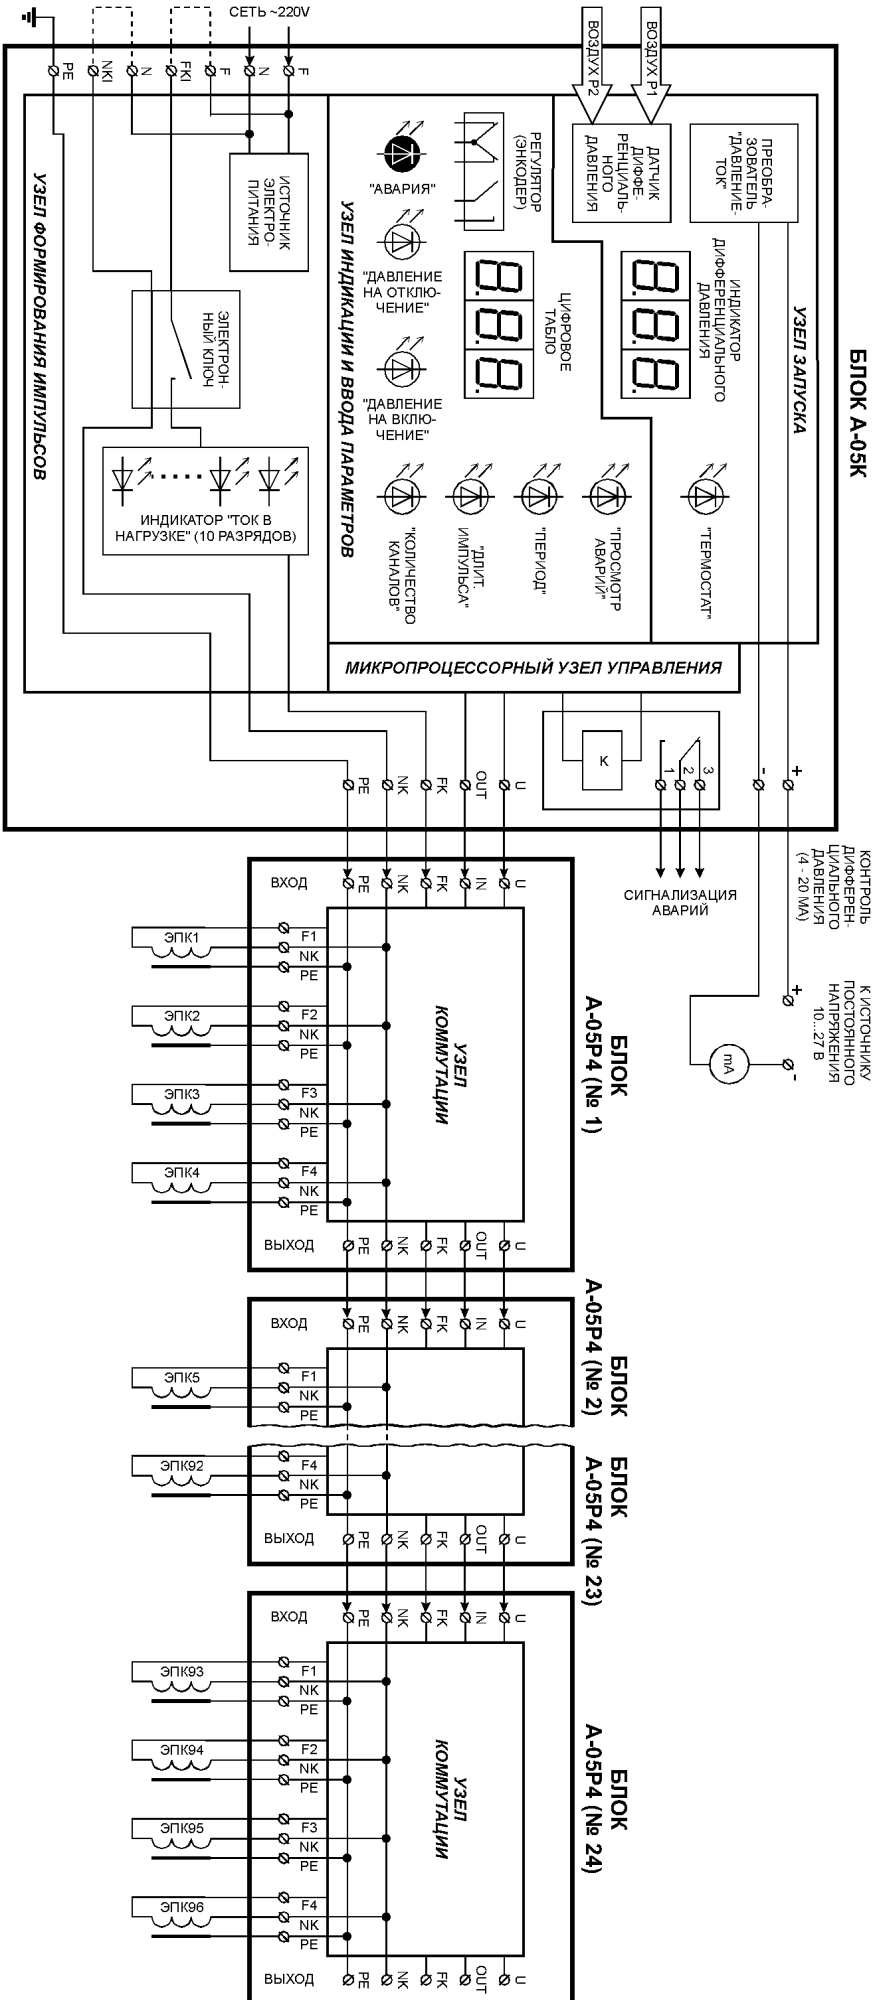
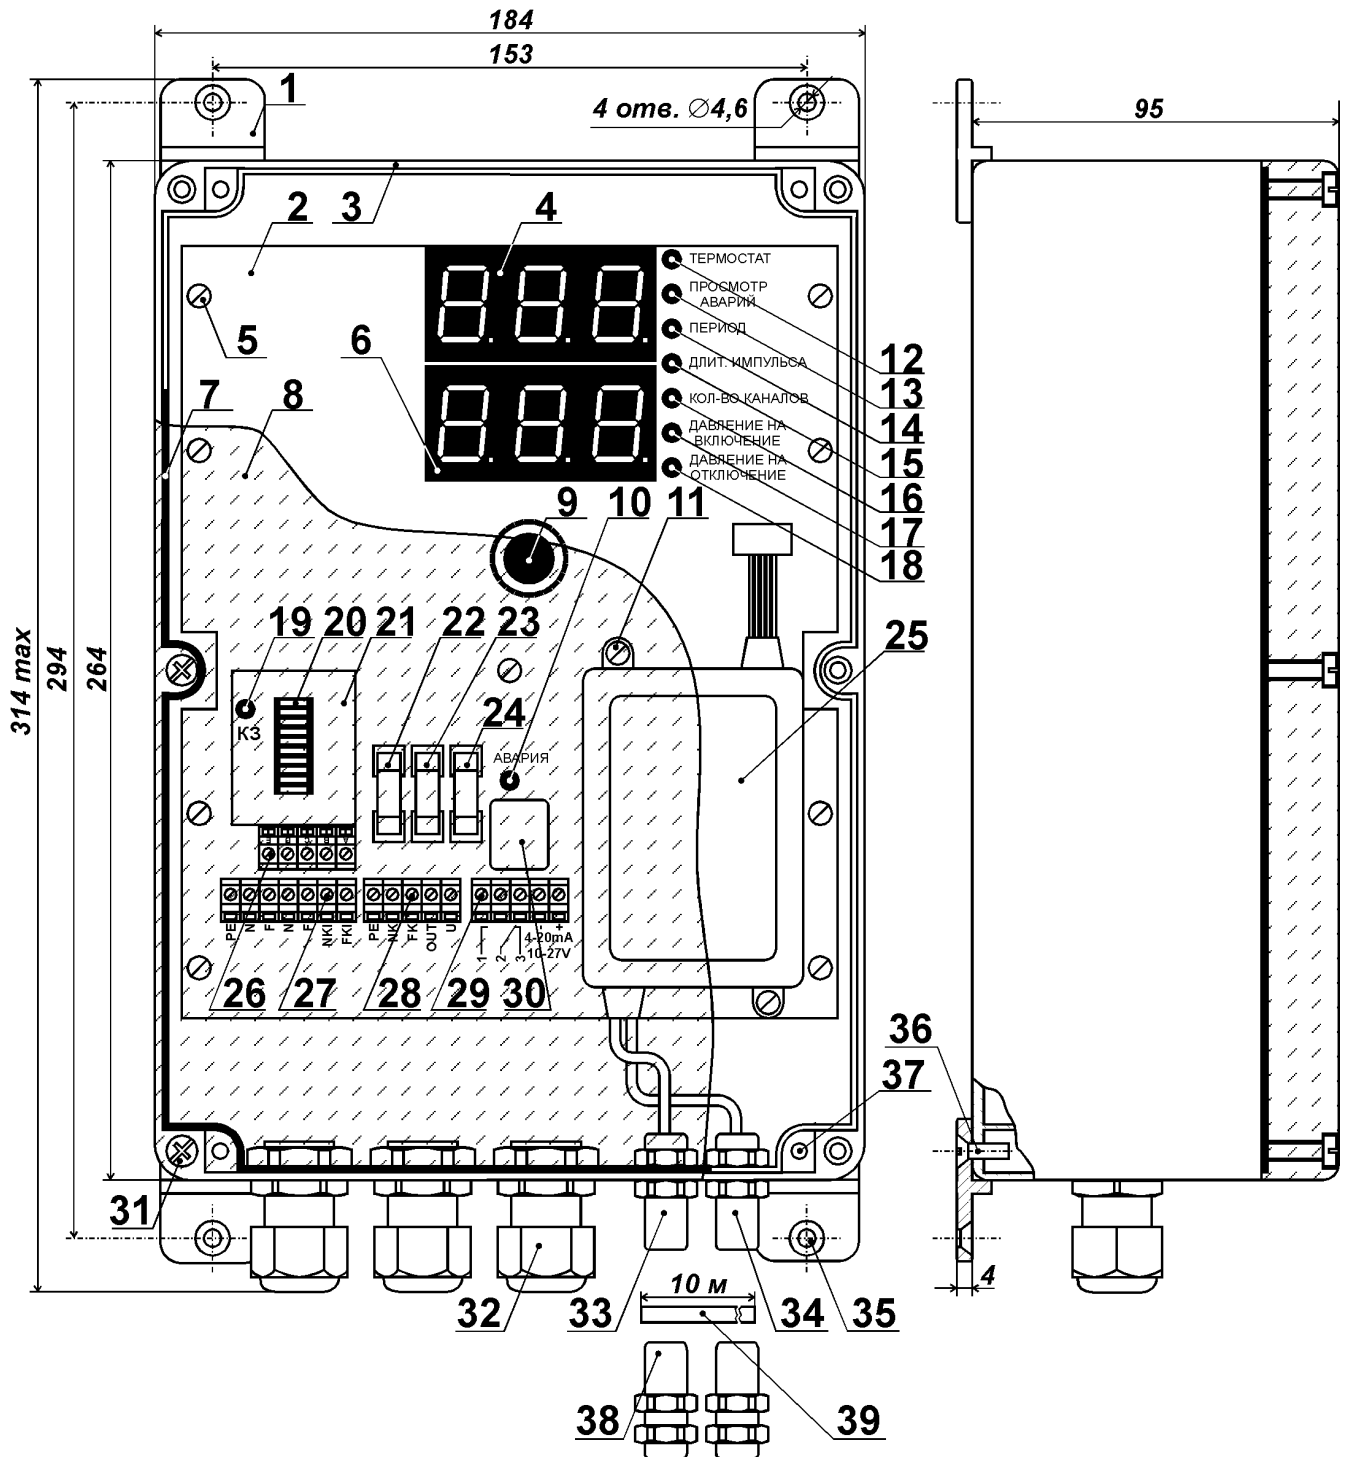
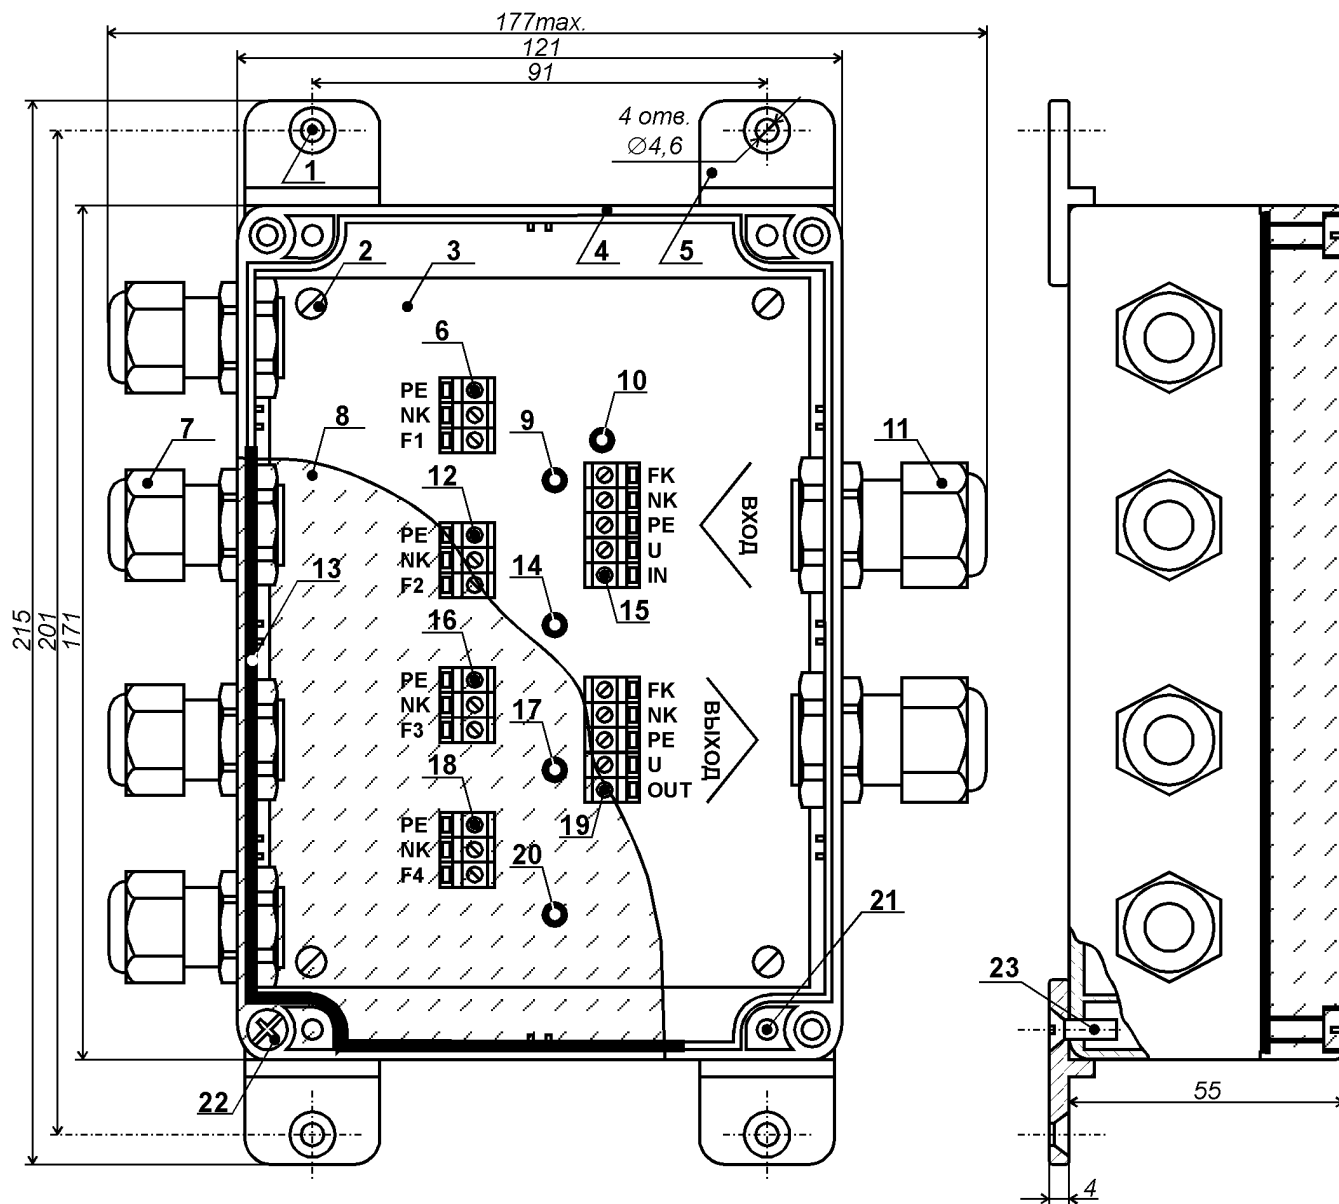

Рис. 1. Работа системы управления регенерацией 96-рукавного фильтра-циклона.
Рис. 2. Конструкция блока А-05К.
Рис. 3. Конструкция блока А-05Р4.
На рис. 1 показана система, предназначенная для управления регенерацией 96-рукавного фильтра. В данном варианте в состав системы входит максимально возможное количество блоков А-05Р4 – 24 штуки. Все они последовательно соединяются друг с другом, а блок А-05Р4 (№ 1) подключается к блоку управления А-05К.
Процесс регенерации начинается, когда дифференциальное давление превысит пороговое значение («ДАВЛЕНИЕ НА ВКЛЮЧЕНИЕ»). ЭЛЕКТРОННЫЙ КЛЮЧ выдаёт в линию связи импульсы с заданными длительностью и периодом, а также обеспечивает защиту блока от токовых перегрузок и коротких замыканий в цепях ЭПК. Амплитуда импульса определяется напряжением на клеммах «FKI» «NKI». Если ЭПК рассчитаны на подключение к промышленной сети переменного тока, то эти клеммы следует перемычками (показаны пунктиром на рис. 1) соединить с клеммами «F» и «N» соответственно. При использовании других ЭПК на клеммы «FKI» и «NKI» подаётся необходимое напряжение от внешнего блока питания. ИНДИКАТОР «ТОК В НАГРУЗКЕ» позволяет визуально сравнить между собой токи потребления различных ЭПК. ИСТОЧНИК ЭЛЕКТРОПИТАНИЯ формирует необходимые для работы блока напряжения, а также совмещает начало импульса регенерации с моментом перехода сетевого напряжения через ноль.
Конструкция блока А-05К показана на рис. 2.
Конструкция блока А-05Р4 показана на рис. 3.
Для соединения с блоком А-05К или предыдущим (по рис. 1) блоком А-05Р4 служит входной клеммный ряд [поз. 15]. К выходному клеммному ряду [поз. 19] подключается блок А-05Р4 со следующим (по рис. 1) порядковым номером.
6.3. Блоки А-05К и А-05Р4 крепятся четырьмя винтами с резьбой М4 или саморезами диаметром до 4,5 мм. Крепёжные винты (саморезы) вставляются в предназначенные для этого отверстия [рис. 2, поз. 35 и рис. 3, поз. 1].
6.5. Электрическое подключение входящих в систему блоков следует проводить в строгом соответствии с рис. 1.
6.6. Штуцера «Воздух до фильтра» [рис. 2, поз. 33] и «Воздух после фильтра» [рис. 2, поз. 34] подключаются к соответствующим воздуховодам.
6.8. Для удалённого контроля дифференциального давления между клеммами «+» и «-» блока А-05К, согласно рис. 1, соблюдая полярность, последовательно подключаются источник постоянным напряжением от 10 до 27 В и миллиамперметр (либо вход контроллера, рассчитанный на приём токового сигнала диапазона 4 – 20 мА).
6.9. Клеммный ряд входных напряжений [рис. 2, поз. 27] блока А-05К содержит две клеммы «F» и две клеммы «N». Одноимённые клеммы соединены между собой внутри блока. Любая из клемм «N» подключается к нейтрали, а любая из клемм «F» - к фазе промышленной сети переменного тока (187-242 В, 49-51 Гц). При использовании ЭПК с сетевым рабочим напряжением следует установить две перемычки (показаны пунктиром на рис. 1): одну - между оставшейся клеммой «F» и клеммой «FKI», а другую - между оставшейся клеммой «N» и клеммой «NKI».
6.11. Клеммы «U», «FK», «NK» и «PE» блока А-05К соединяются с одноимёнными клеммами на входном [рис. 3, поз. 15] клеммном ряду первого блока А-05P4. Клемма «OUT» блока А-05К соединяется с клеммой «IN» первого блока А-05P4 (см. рис. 1).
6.12. Клеммы «U», «FK», «NK» и «PE», расположенные на выходном [рис. 3, поз. 19] клеммном ряду каждого блока А-05P4 соединяются с одноимёнными клеммами на входном [рис. 3, поз. 15] клеммном ряду следующего (по рис. 1) блока А-05P4. Клемма «OUT» блока А-05P4 соединяется с клеммой «IN» следующего (по рис. 1) блока А-05P4.
6.13. ЭПК подключаются к клеммным рядам блока А-05P4 поочерёдно, сверху вниз по рис. 3, в порядке возрастания номеров позиций на рис. 3. Если к блоку А-05P4 должно быть подключено менее 4-х ЭПК, то свободными должны оставаться клеммные ряды с наибольшими (по рис. 3) номерами позиций. В противном случае, при выдаче импульса регенерации на пустой клеммный ряд, система зафиксирует внештатную ситуацию – обрыв ЭПК. С клеммой «PE» соответствующего ряда соединяется провод заземления ЭПК, а его катушка включается между клеммами «NK» и «F_{номер}».
7.1. При подаче питания на блок А-05К индикатор дифференциального давления [рис. 2, поз. 4] показывает перепад давлений воздуха на входе и выходе фильтра (от 0.00 до 4.00 кПа). При прогреве датчика дифференциального давления [рис. 2, поз. 25] до рабочей температуры светодиод «Термостат» [рис. 2, поз. 12] горит красным цветом. Изменение цвета свечения с красного на зелёный означает, что погрешность индикации давления не превышает ±1,5%.
7.3. Если дифференциальное давление меньше давления на включение, то система находится в режиме ожидания и цифровое табло [рис. 2, поз. 6] не горит. В противном случае система переходит в режим регенерации, и цифровое табло показывает номер ЭПК, на который будет выдан очередной импульс. В момент импульса индикатор «Ток в нагрузке» [рис. 2, поз. 20] на 10-разрядной светодиодной линейке показывает ток потребления ЭПК.
7.4. В режиме регенерации блок А-05К передаёт питающее напряжение и управляющие сигналы по линии связи. При наличии электропитания в блоке А-05Р4 загорается светодиод [рис. 3, поз. 10] и один из светодиодов [рис. 3, поз. 9, 14, 17 или 20], указывая, на какой из клеммных рядов [рис. 3, поз. 6, 12, 16 или 18 соответственно] будет выдан очередной импульс регенерации.
7.5. Для изменения параметров системы служит энкодер [рис. 2, поз. 9], который представляет собой кнопку с вращающимся валом. При нажатиях на энкодер поочерёдно включаются светодиоды «Период» [рис. 2, поз. 14], «Длительность импульса» [рис. 2, поз. 15], «Количество каналов» [рис. 2, поз. 16], «Давление на включение» [рис. 2, поз. 17] или «Давление на отключение» [рис. 2, поз. 18], позволяя изменить соответствующий параметр системы регенерации. Текущее значение параметра отображается на цифровом табло. Увеличение значения осуществляется поворотом энкодера по часовой стрелке, а уменьшение - против.
7.14. В процессе работы блок А-05К контролирует температуру и показания датчика дифференциального давления, а также работоспособность блоков А-05Р4 и ЭПК. Светодиод «Авария» [рис. 2, поз. 10] и реле управления внешней сигнализацией [рис. 2, поз. 30] срабатывают при следующих внештатных ситуациях:
7.14.1. В течение 5 минут после подачи на блок А-05К сетевого напряжения датчик дифференциального давления не достиг рабочей температуры (+ 40 °С), то есть светодиод «Термостат» [рис. 2, поз. 12] не изменил цвет свечения с красного в зелёный. В данном случае показания датчика игнорируются, и регенерация продолжается непрерывно.
7.15. Если система зафиксировала внештатные ситуации, описанные в пп. 7.14.3 и (или) 7.14.4 то при первом нажатии на энкодер включается светодиод «Просмотр аварий» [рис. 2, поз. 13], а на цифровое табло выводится формализованное сообщение о типе аварии.
7.16. Сообщение вида «bXX» свидетельствует о том, что блоку А-05К не удалось установить связь с блоком А-05Р4 с номером XX (по рис. 1). В данном случае необходимо проверить исправность линии связи, приходящей на входной клеммный ряд [рис. 3, поз. 15] соответствующего блока А-05Р4, а также целостность одного из предохранителей [рис. 2, поз. 24], установленных в блоке А-05К. Если при следующем нажатии на энкодер светодиод «Просмотр аварий» продолжает гореть, то системой зафиксированы также отказы ЭПК.
7.17. Сообщение вида «LYY» свидетельствует об отказе ЭПК с номером YY. Вращая энкодер, можно просмотреть список номеров (по рис. 1) всех неисправных ЭПК. Если количество отказавших ЭПК совпадает с ранее введённым количеством каналов, необходимо проверить целостность одного из предохранителей [рис. 2, поз. 23], установленных в блоке А-05К. Следующее нажатие на энкодер позволяет изменить параметры системы (п. 7.5), а если в этом нет необходимости – следует подождать 5 сек., после чего система вернётся в текущий режим работы (режим ожидания или режим регенерации).